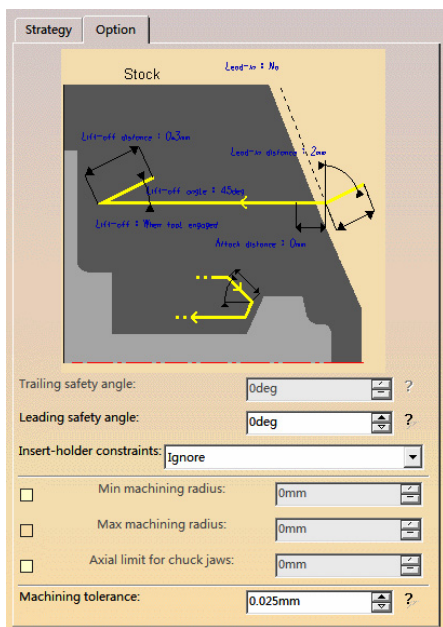

图 6-21 “Option” 选项卡 (1)
- 单击“Option”选项卡(1)，设置切入/切出参数如图6-21所示。